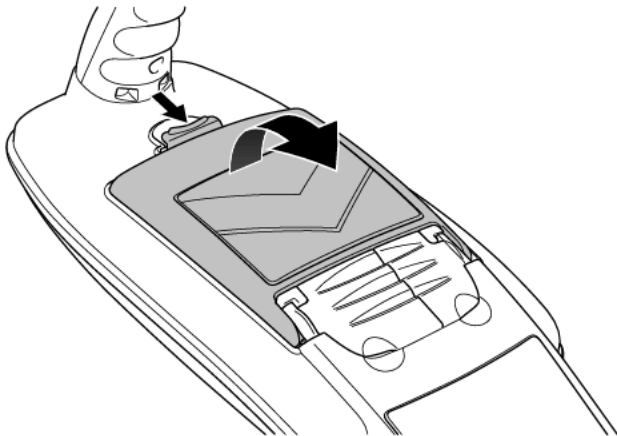

Figura 4.1 Abra el compartimiento de la batería.
- 1 Abra el compartimiento de las baterías mediante el pestillo (Figura 4.1).